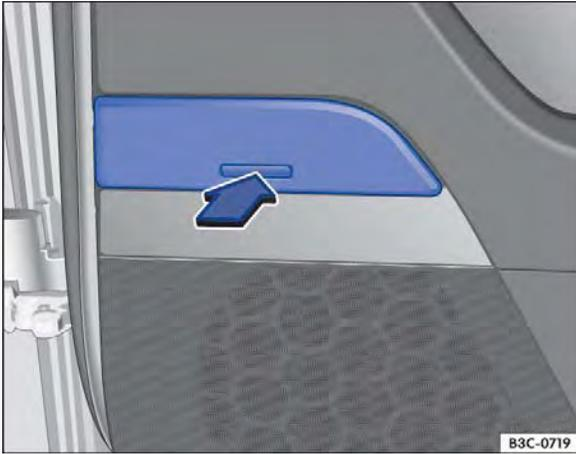

Fig. 130 Cinzeiro na porta traseira.
- Para *abrir*, pressionar o botão do cinzeiro brevemente no sentido da seta ⇒ Fig. 130. O cinzeiro se abre automaticamente.